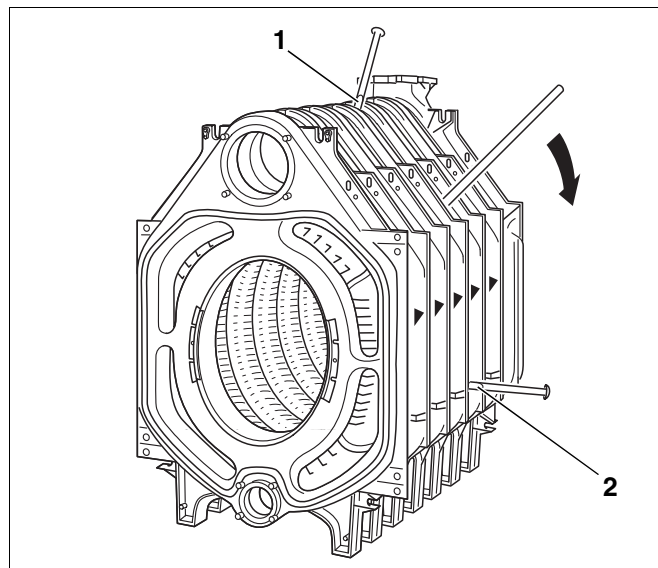

Fig. 24 Adskillelse af kedelblokken
- Adskil kedlen på det utætte sted ved at slå fladkiler eller mejsler ind på de dertil beregnede steder (Fig. 24, **pos. 1 og 2**, foroven og forneden mellem elementerne).